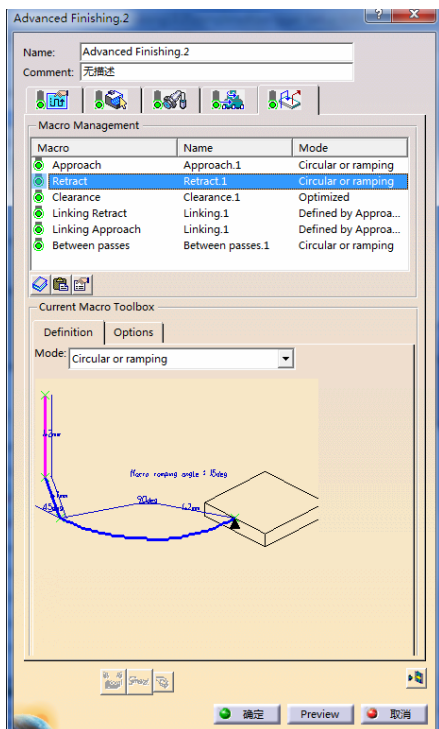

图 3-155 设置“Retract”参数（7）
- 在“Macro Management”区域的列表框中选择“Retract”，单击鼠标右键，在弹出的快捷菜单中选择 Activate 命令，在“mode”下拉列表中选择“Circular or ramping”，设置“Retract”参数（7）如图 3-155 所示。